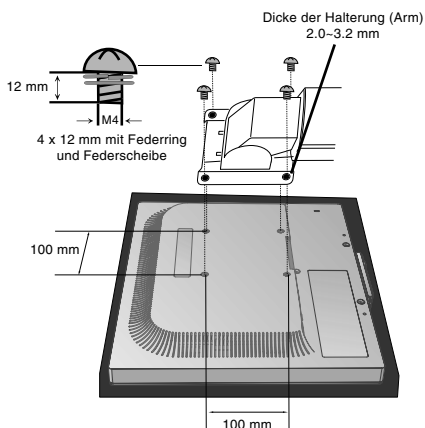

Abbildung F.1
2. Befestigen Sie den Tragarm mit vier Schrauben am Monitor (**Abbildung F.1**).